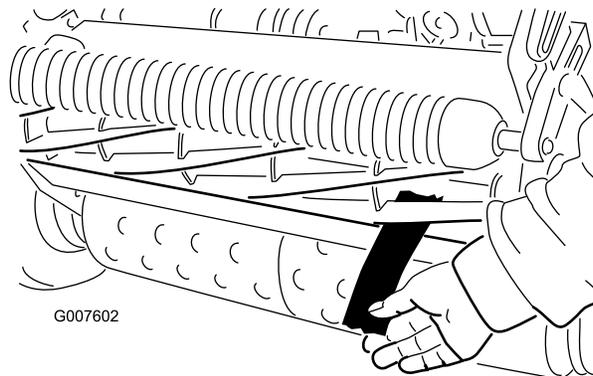

Рисунок 50
4. На один из концов на передней стороне барабана вставьте между барабаном и неподвижным ножом длинную полоску газеты (Рисунок 50).
6. После окончания регулировки проверьте, может ли барабан защемлять лист бумаги, вставленный спереди, и резать бумагу, вставляемую под прямым углом к неподвижному ножу (Рисунок 50). При минимальном контакте между неподвижным ножом и ножами барабана должно происходить разрезание бумаги. Если очевидно, что трение барабана чрезмерно (больше 0,79 Н•м), то заполируйте обратную сторону или заточите режущий блок, чтобы обеспечить острые кромки, необходимые для точной резки; см. *Руководство по заточке барабанов компании Toro.*